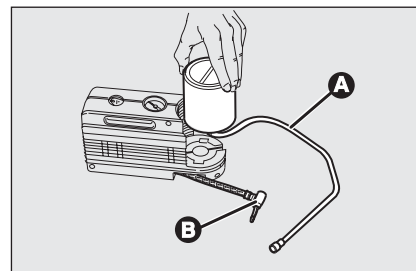

fig. 20
- débrancher le crabot **B-fig. 20**;